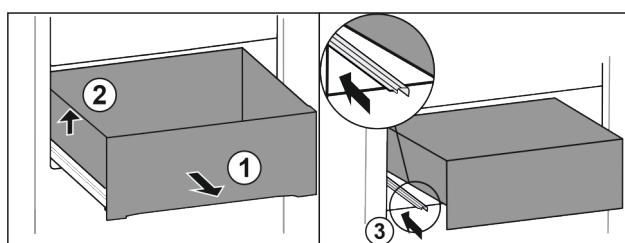

Fig. 82
- Изтеглете чекмеджето докрай. Fig. 82 (1)
- Повдигнете чекмеджето отляво. Fig. 82 (2)
- Вкарайте лявата релса. Fig. 82 (3)